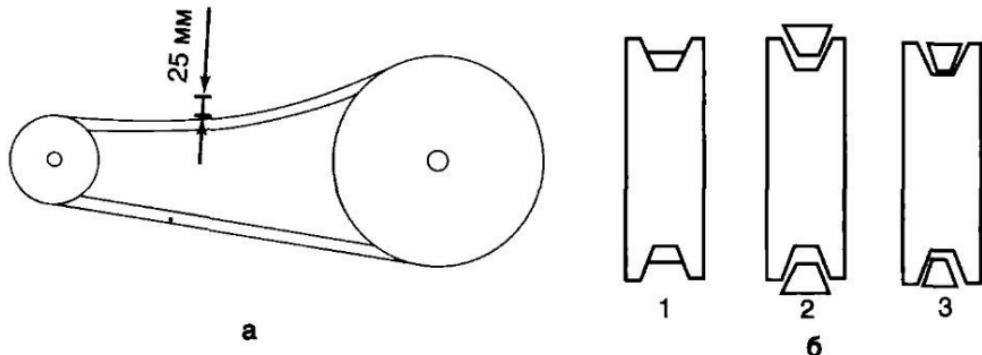

Рис. 48. Ремень привода:
При растяжении или повреждении ремня вентилятора подача воздуха к конденсатору уменьшается или совсем прекращается. Эта неисправность всегда видна и легко устранима. Регулировать прогиб ремня следует до тех пор, пока он не будет равен примерно 25 мм при умеренном нажатии пальцем (рис. 48, а). Если ремень изношен или утратил эластичность, его следует заменить на идентичный. Так как
узкий ремень будет проскальзывать по дну канавки шкива, а широкий ремень будет выходить из канавки и может вызвать перегрузку двигателя вентилятора (рис. 48,б).
15.5. При растянутом или поврежденном ремне не обеспечивается нормальная работа вентилятора и обдув испарителя, поэтому нагрузка на испаритель и давление всасывания уменьшаются. Растворенный ремень можно отрегулировать натяжением, и агрегат будет работать. Поврежденный, изношенный или утративший эластичность ремень заменяют. Для натяжения ремня затягивают регулирующий винт настолько, чтобы можно было оттянуть ремень пальцем на 25 мм, прилагаю при этом умеренное усилие. Ремень должен быть соответствующего профиля. Очень узкий ремень проскальзывает по дну канавки шкива (см. рис. 48), а слишком широкий — выходит из канавки шкива, в результате чего может возникнуть перегрузка электродвигателя.